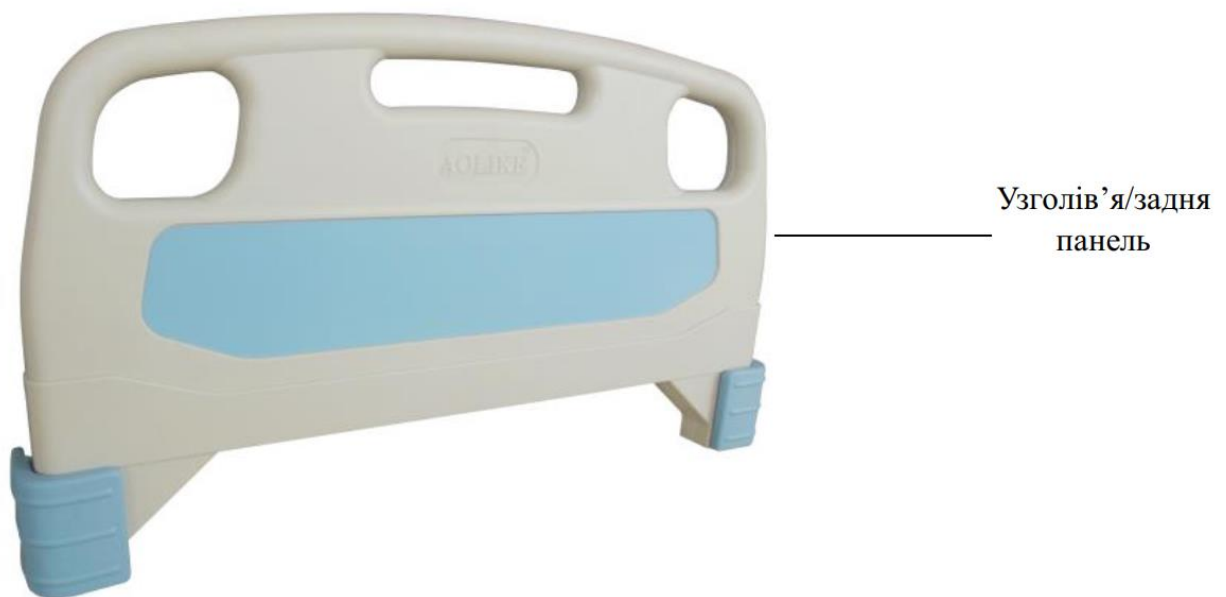

Рис. 3
- (2) Вставте узголів'я/задню панель (Рисунок 3) у відповідний металевий гачок, потім закріпіть узголів'я/задню панель за допомогою металевого гачка як показано на (Рисунку 4).